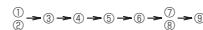

Fig. 4-1
- Prije početka rada jedinice, otkrijte POKLOPAC COMP KUĆIŠTA i PRENDNU STRANU COMP KUĆIŠTA i uklonite fiksne COMP dijelove. (Fig. 4-1)